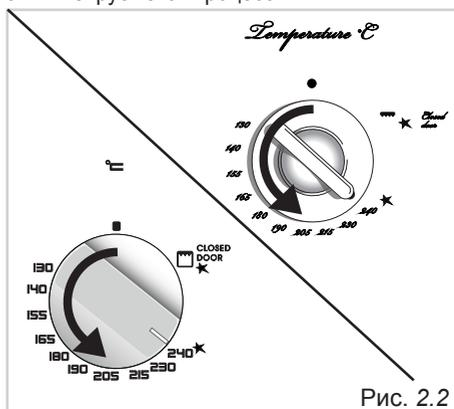

Рис. 2.2
2. Слегка вдавите ручку термостата и поверните против часовой стрелки (Рис. 2.2) до положения «★», затем глубоко вдавите ручку для активации функции электрического зажигания и откройте подачу газа.